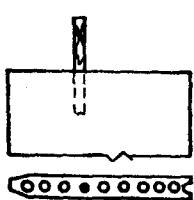

图 3-1-2
(1) 增强石膏条板应打捆运输，轻拿轻放，运输中减少震动。
(2) 堆放地点应清洁干燥，下部用100×100mm方木垫平，垫的部位距两端各500mm，防止受潮损坏、变形。
(3) 板的含水率小于10%方能安装，否则干缩后墙面产生裂缝。
(4) 单块板搬运时不得平抬，应参照图3-1-2、用 $\phi 30\text{mm}$ 以上短圆木棍插在从上边数第四个孔中，两人侧抬。
(5) 石膏板应严禁踩踏，如发现板有明显裂缝、破损或变形超过 $3\text{mm}/2\text{m}$ 的情况，应报废处理或锯成小块使用。